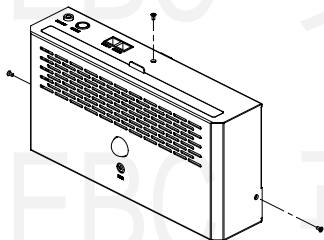

图 4.10 光触媒组件维护步骤二示意图
- 2) 将位于消毒机顶部、两侧的三颗螺钉取下，如图 4.10；